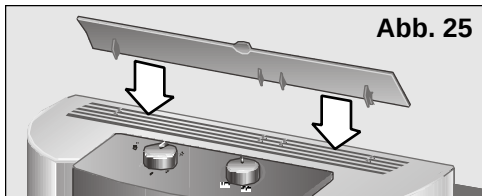

Abb. 25
- ☐ Öffnen Sie die Luftleitklappe auf der Geräteoberseite. Beim Modell **PAM0330** kann die Luftleitklappe zur effizienteren Luftumwälzung wie in den **Abb. 25** und **26** dargestellt, aufgesteckt werden.
- ☐ Befestigen Sie für eine bessere Luftumwälzung die Luftleitklappe wie in den **Abb. 25** und **26** dargestellt.